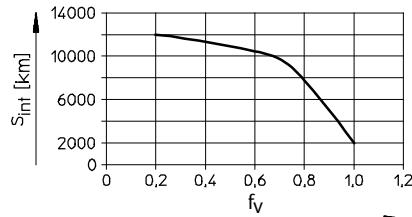

Fig. 12
- Dimezzare l'intervallo di lubrificazione S_{int} (\rightarrow Fig. 12) se si verifica una delle seguenti situazioni:
| Intervallo di lubrificazione | (→ Fig. 12) | | All'occorrenza ¹⁾ | |
- Calcolare il fattore di confronto del carico f_v mediante la formula per carichi combinati (→ 12 Dati tecnici) e sottrarre l'intervallo di lubrificazione S_{int} (→ Fig. 12).
- Calcolare il fattore di confronto del carico f_v mediante la formula per carichi combinati (→ capitolo 12 "Dati tecnici") e sottrarre l'intervallo di lubrificazione S_{int} (→ Fig. 12).